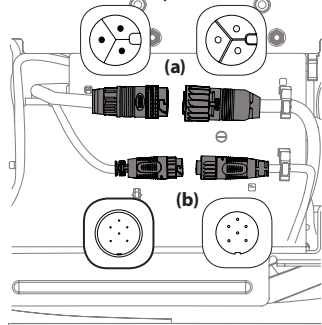
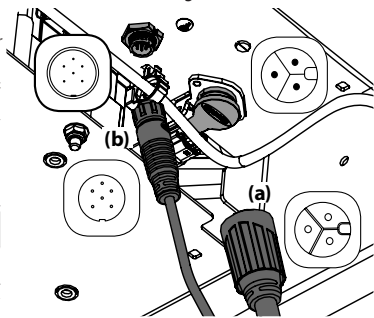

Figura 17
Figura 18
**Nota:** Su cortacésped puede tener una de dos configuraciones diferentes de conectores de motor de plataforma. Si su cortacésped tiene conectores posicionados horizontalmente, consulte la Figura 17. Si su cortacésped tiene conectores posicionados verticalmente, consulte la Figura 18.
6. Desconecte los motores de la plataforma a los adaptadores de la parte derecha o inferior del montable. Conecte siempre el conector más grande primero y, luego, el conector más pequeño. Consulte la Figura 17.